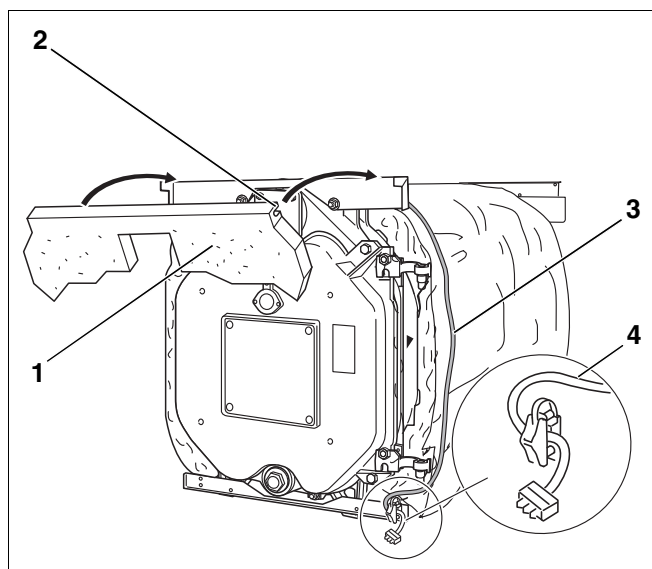

Fig. 34 Montage – Isolation thermique avant
- Glisser l'isolation thermique avant (fig. 34, [1]) avec la fente (fig. 34, [2]) sur le rebord avant de la traverse supérieure.
- Amener le câble du brûleur vers le bas (fig. 34, [3]) sur le matelas isolant, latéralement le long du bloc chaudière.
- Fixer le câble du brûleur avec le serre-câble à l'aide de deux vis sur la traverse transversale inférieure (fig. 34, [4]).